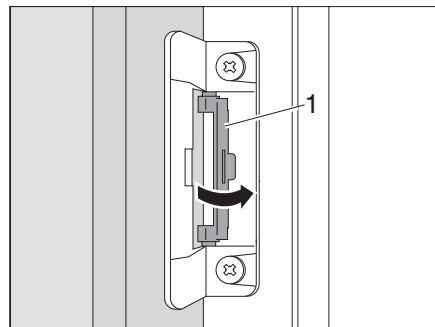

Fig. 281 Remettre le dispositif de blocage dans la position initiale
- Remettre le dispositif de blocage (Fig. 281,1) dans la position initiale.